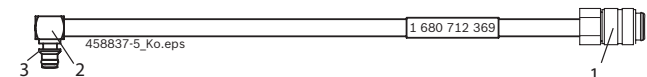

Fig. 1: Mangueira 1 680 712 369
A mangueira 1 680 712 369 é ligada com o adaptador de acoplamento (fig. 1, pos. 2) à conexão de retorno do CRI Piezo da Siemens/VDO/Conti. O niple de acoplamento (fig. 1, pos. 1) é ligado à conexão de teste para o débito de retorno na EPS 200 / 205.
- Ligar a EPS 200 / 205 com o interruptor principal central que se encontra no lado da frente do aparelho (ver fig. 1, pos. 6).